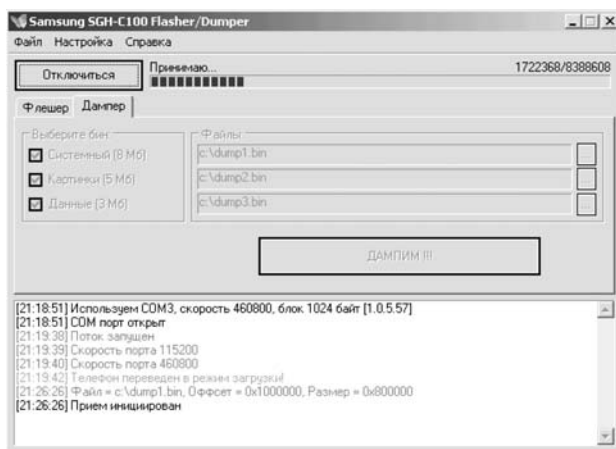

Рис. 1.78. Сохранение копии областей флеш-памяти телефона с помощью C100flasher
5. Нажимают кнопку «ДАМПНИМ!!!» («DUMP !!!»). Начнется процесс считывания памяти телефона (рис. 1.78), при этом вы-